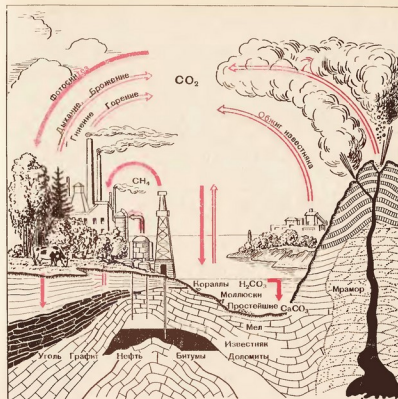

Рис. 32. Круговорот углерода в природе
Подобно другим элементам, атомы углерода в природе не удерживаются постоянно в одном и том же соединении, а переходят из одних веществ в другие (рис. 32). Эти изменения замыкаются во взаимно перелегающиеся циклы. Исходя из какого-либо соединения углерода, например из оксида углерода (IV), в прослеживая его химические превращения, мы вновь возвращаемся к исходному соединению — к оксиду углерода (IV). Поэтому мы и говорим о циклах. Главнейший из них — это превращение соединений углерода, совершающееся при участии живых организмов.